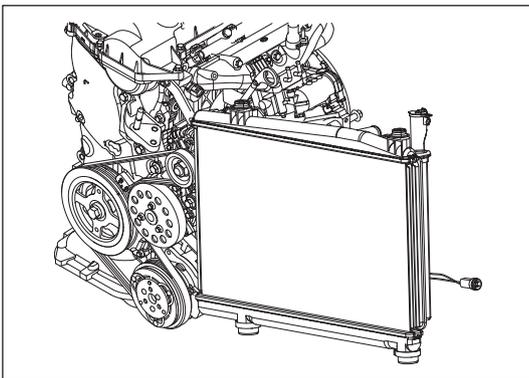

Рис. 10-2-3. Слив охлаждающей жидкости из двигателя
(1) Слив охлаждающей жидкости из двигателя
- b) Снять сливную заглушку радиатора и открыть вентиль для слива охлаждающей жидкости блока цилиндров для слива жидкости, как изображено на рис. 10-2-3.